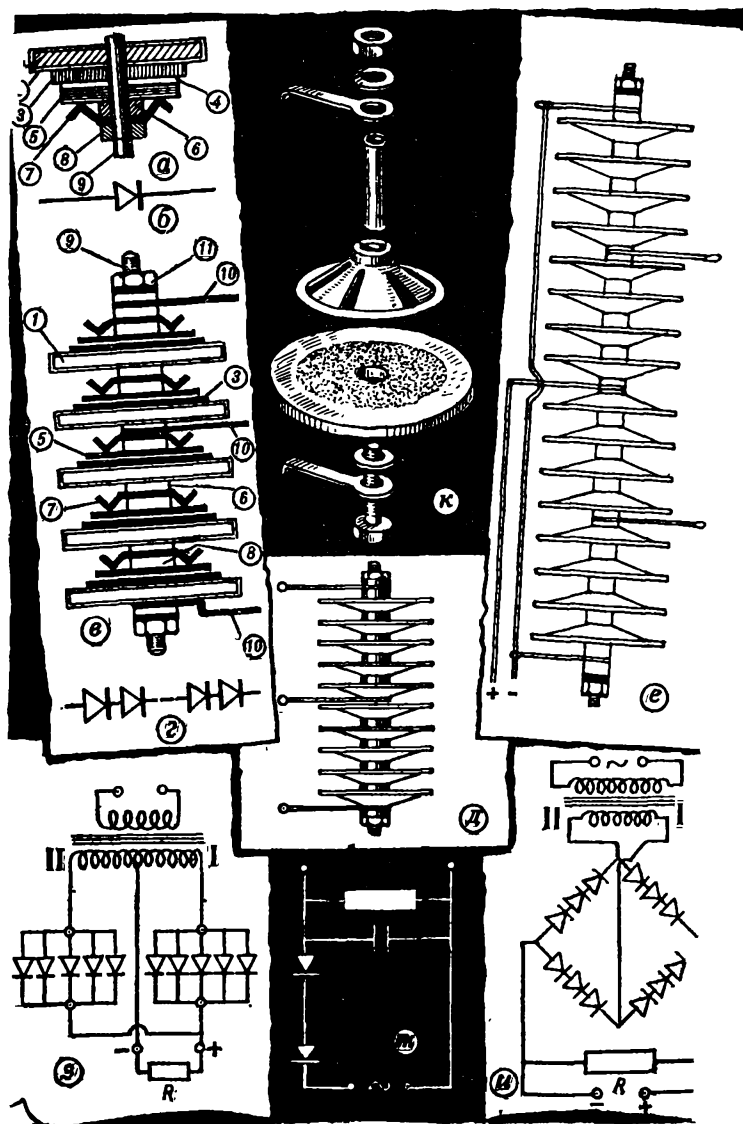

Рис. 81.
проводником, то есть пропускает ток только в одном направлении. Селеновый выпрямитель представляет собой столбик (рис. 81, в), состоящий из отдельных выпрямительных элементов — селеновых шайб, насаженных на изолированную стальную шпильку 9 и скрепленных стяжными гайками 11.
Рис. 81. Устройство полупроводникового выпрямителя: а — конструкция селеновой шайбы; б — условное обозначение шайбы на схемах; в — устройство селенового столбика; г — условное обозначение столбика на схемах; д — набор селеновых шайб с выводом от средней точки; е — набор селеновых шайб для мостовой схемы выпрямителя; ж — однополупериодная схема выпрямителя; з — двухполупериодная схема выпрямителя; и — мостовая схема выпрямителя; к — внешний вид деталей селеновой шайбы. R — сопротивление нагрузки. I и II — концы вторичной обмотки трансформатора.
1. Обычного набора последовательных шайб на шпильке 9 с выводами 10 (рис. 81, в).
2. Такого же набора, но с выводом от средней шайбы (рис. 81, д).
3. Набора шайб с пятью выводами (рис. 81, е).
Обычные столбики используются в однополупериодных выпрямителях (рис. 81, ж), а со средней точкой — в двухполупериодных выпрямителях (рис. 81, з), с пятью выводами — в мостиковых схемах выпрямителей (рис. 81, и).